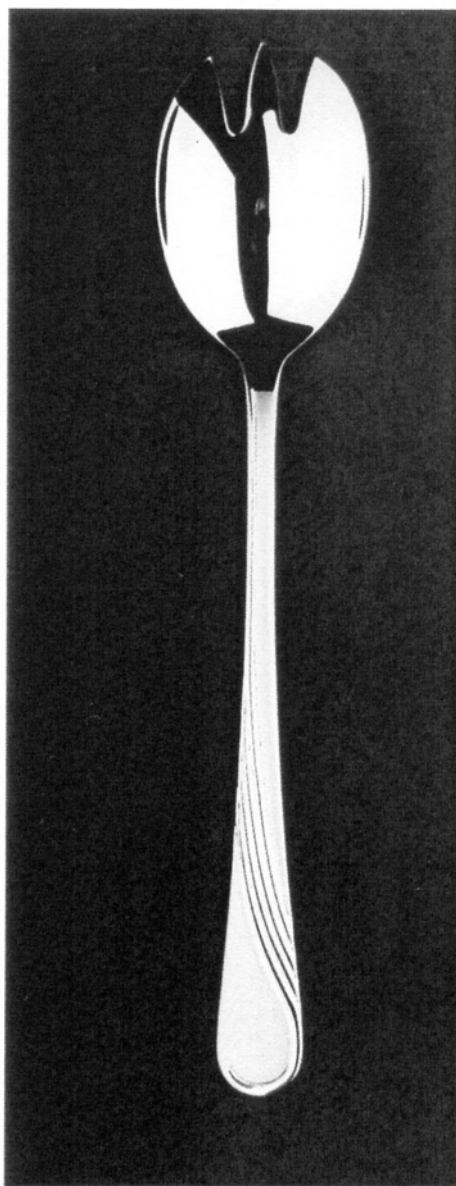

Fig. 1.5
- Fig. 1.5. przedstawia widok widelca do sałaty